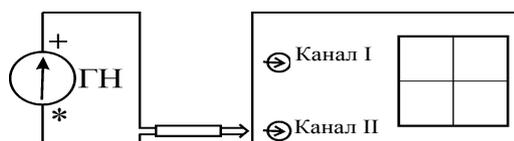

Рис. 3
Осциллограф позволяет проводить измерение параметров как постоянных, так и изменяющихся со временем электрических сигналов. Для этого напряжение с генератора U_x подается на один из каналов осциллографа, как показано на рис. 3–5.
6. Подключите генератор постоянного напряжения к осциллографу (рис. 3).